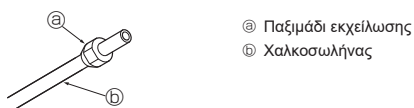

Fig. 5-4
5.3.3. Τοποθέτηση του παξιμαδιού (Fig. 5-4)